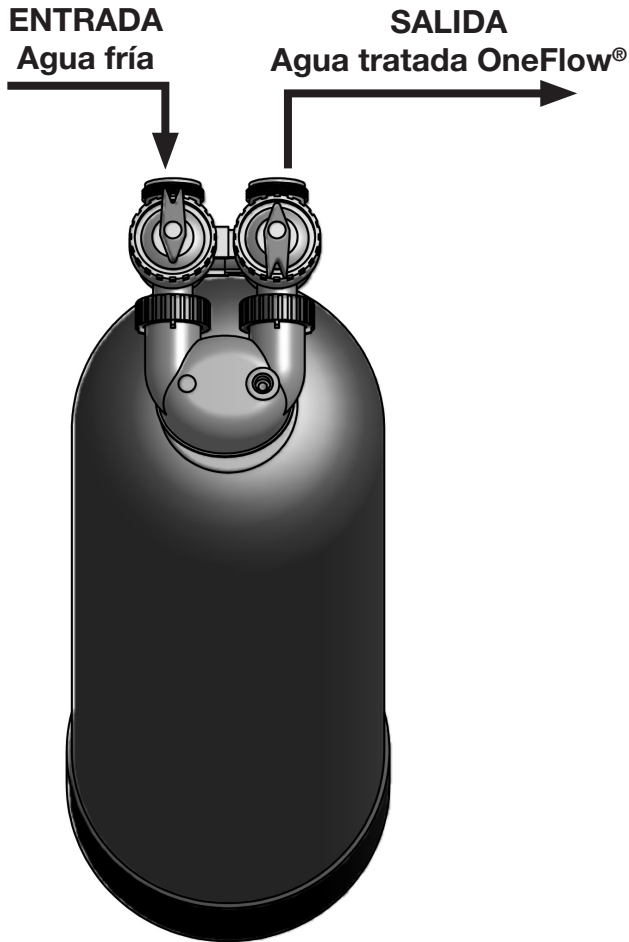

Figura 1.
6. Conecte el suministro de agua fría a la entrada del sistema OneFlow. NOTA: El sistema OneFlow funciona en el modo de flujo ascendente, el cual es opuesto a un ablandador convencional. Siga el diagrama de tuberías de la Figura 1.